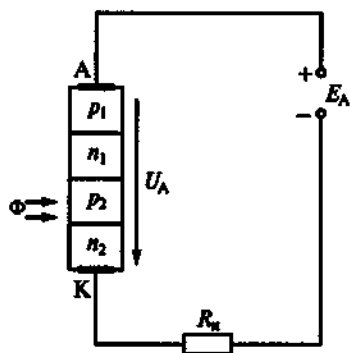

Рис. 192
7.40. Из указанных сравнительных характеристик фототиристора и обычного тиристора (рис. 192) выбрать неправильную.